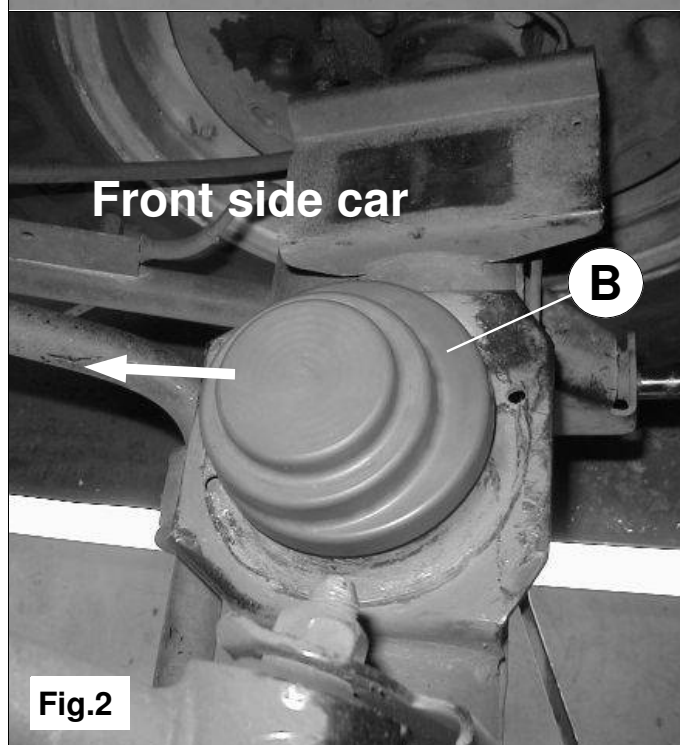

Fig.2
5. Montieren Sie die Hauptfeder mit dem Niveaufedersatz zurück unter das Fahrzeug. Achten Sie darauf das die Federteller **B** richtig auf den Hauptfederteller montiert wird, die Niveaufeder soll an der Vorderseite stehen. Sehe Bild 2.
5. Montez le ressort principal équipé du kit de ressort auxiliaire sous la véhicule. Assurez-vous que la coupelle **B** est correctement placée sur la coupelle inférieure, de façon à ce que le ressort auxiliaire soit positionné le plus possible vers l'avant. Cf. fig. 2.
5. Montera huvudfjädrarna med hjälpfjäder kitet på bilen. Kontrollera så att fjädersäte **B** är placerat ordentligt på bilens original fjädersäte, hjälpfjädern skall stå mot bilens front. Se fig. 2